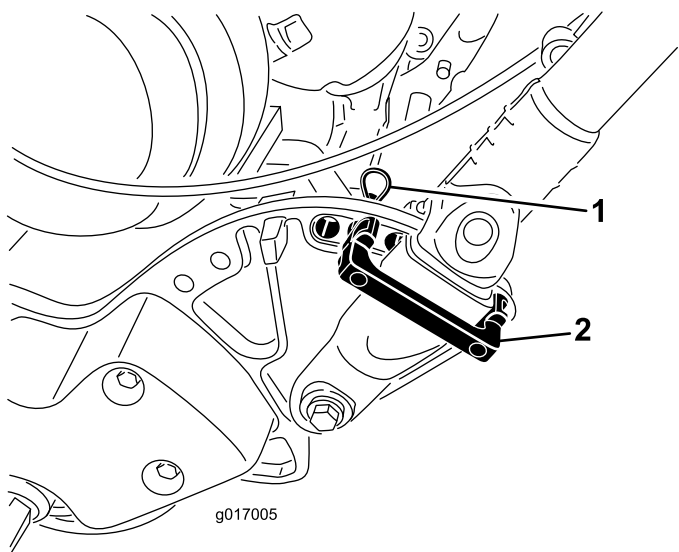

Рисунок 27
1. Извлеките шплинты из держателей рукоятки на каждой стороне машины (Рисунок 27).
2. Удерживая рукоятку, извлеките игольчатые шплинты с каждой стороны и поверните рукоятку в требуемое рабочее положение (Рисунок 27).